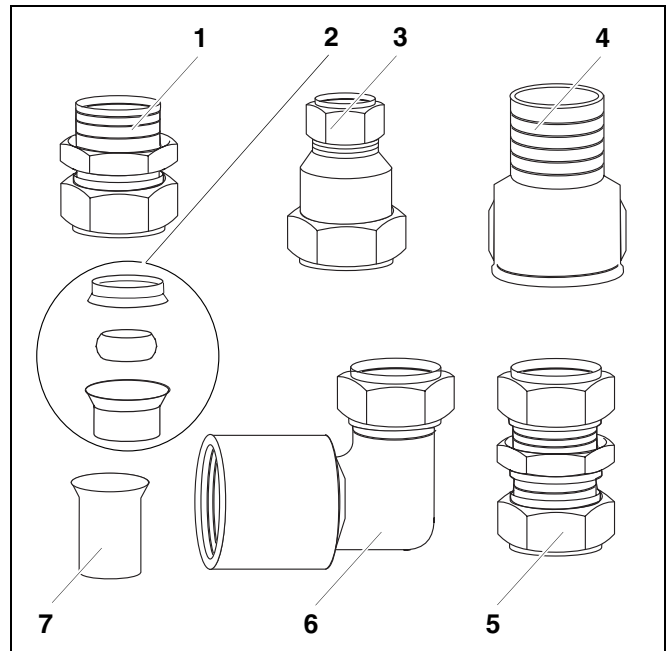

Fig. 1 Volume di fornitura
Componenti del volume di fornitura (fig. 1)
Se dovesse essere necessario prolungare singoli pezzi di tubo, questo si può fare con l'aiuto del sistema di serraggio diritto con anello 15 mm × 15 mm (fig. 1, **pos. 5**).